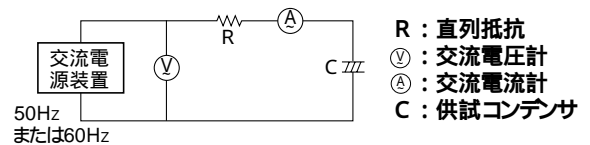

図 2-5
(1) (図 2-5)に示す回路において、供試コンデンサの定格静電容量値により直列抵抗Rを(表 2-1)より決める。